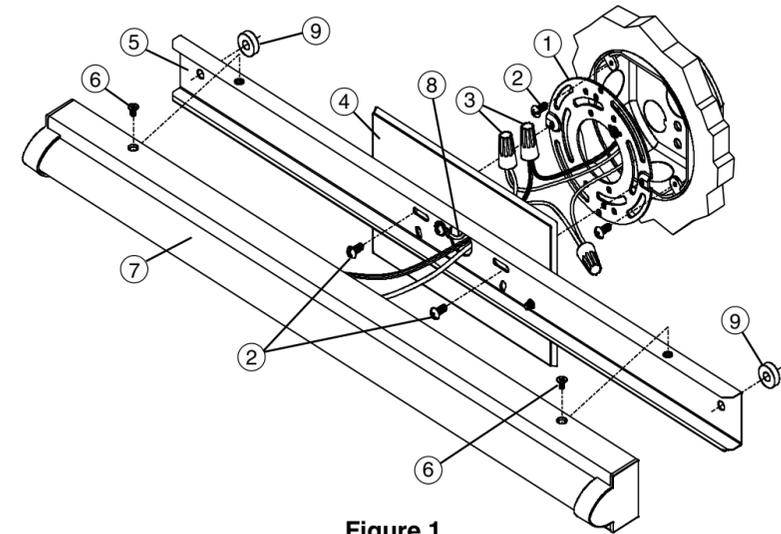
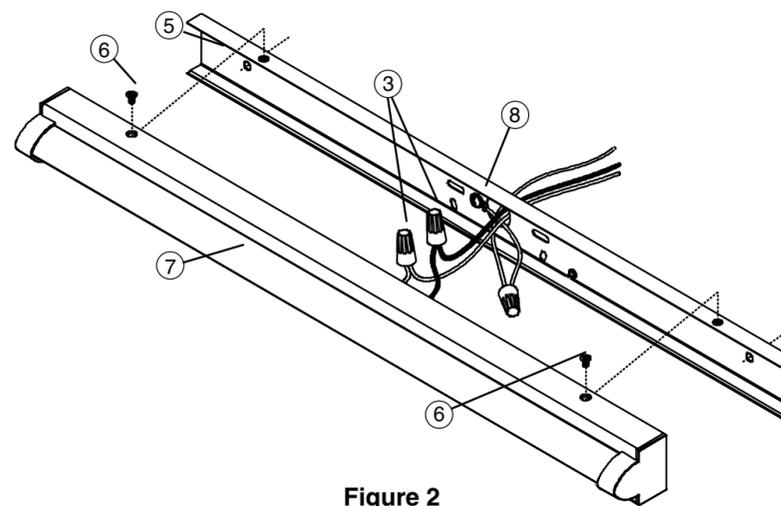
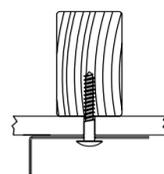
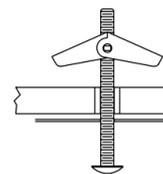

Figure 1
Figure 2
Figure 3
Figure 4
- 4a. Attacher la plaque de montage (1) au boîtier de raccordement en utilisant les vis de 1/2 po (2) pour que deux trous filetés s'alignent avec les trous de la plaque arrière (5) pour une installation verticale ou horizontale. Voir la figure 1.
- 5a. Pour soutenir les luminaires plus grands, tenir la plaque arrière (5) contre la surface de montage à l'emplacement désiré et marquer l'emplacement des trous de montage extérieurs de 1/4 po de Ø. Percer un orifice pilote de 1/8 po de Ø à chaque emplacement.
- 6a. Si la perceuse atteint un clou ou une solive de plafond, utiliser des vis à bois (non incluses) et des supports d'espacement (9) pour sécuriser l'assemblage de plaque arrière (5) après avoir terminé les raccordements centraux. Voir la figure 3.
Si la perceuse n'atteint pas de clou ou de solive de plafond, agrandir les trous de manière à pouvoir y insérer un boulon (non inclus). Installer le boulon dans la plaque arrière (5), un support d'espacement puis les vis avant d'effectuer les raccordements centraux. Voir la figure 4.
- 7a. Faire passer les fils du luminaire et de mise à la terre à travers le pavillon (4) et positionner le boîtier (7) et la plaque arrière (5) près de la boîte de raccordement.
- 8a. Utiliser les capuchons de connexion (3) pour connecter le fil de mise à la terre vert (9) au fil de de mise à la terre cuivre nu, puis relier le câble du luminaire noir au câble d'alimentation noir et le câble du luminaire blanc au câble d'alimentation blanc. Repousser soigneusement en place les fil connectés dans le boîtier de raccordement. Voir la figure 2.
- 9a. Séparer le boîtier (7) et maintenir la plaque arrière (5) contre la surface de montage. Si des vis à bois et des supports d'espacement (9) ou des écrous préinstallés, des supports d'espacement (9) et des vis sont utilisés, les insérer dans les avant-trous.
- 10a. Installer deux vis de 1/2 po de longueur (2) dans les fentes de la plaque arrière (5) puis dans les trous filetés de la plaque de montage (1). Maintenir le luminaire à niveau, serrer ces vis et les écrous jusqu'à ce que le luminaire soit fixé. Voir la figure 1.
- 4b. Si les règlements locaux le permettent et s'il n'y a pas de boîtier de raccordement, le luminaire peut être installé sans pavillon (4) en retirant les vis retenant le pavillon (4) à la plaque arrière et en laissant le pavillon (4) de côté.
- 5b. Couper l'alimentation au niveau du disjoncteur. Positionner la plaque arrière (5) contre la surface de montage, puis passer le câble d'alimentation par le centre. Marquer l'emplacement des trous extérieurs de 1/4 po de Ø de la plaque de montage, puis percer un orifice pilote de 1/8 po de Ø à chaque emplacement.
- 6b. Si la perceuse atteint un clou ou une solive de plafond, utiliser des vis à bois (non incluses) pour fixer la plaque arrière (5) après avoir terminé les raccordements. Voir la figure 3.
Si la perceuse n'atteint pas de clou ou de solive de plafond, agrandir les trous de manière à pouvoir y insérer un boulon (non inclus). Installer le boulon à travers la plaque arrière, puis insérer la vis avant de terminer les raccordements. Jeter les supports d'espacement (9); voir la figure 4
- 7b. Installer un serre-câble approprié (non inclus) dans le trou du centre de 7/8 po de Ø de la plaque arrière (5). Prévoir un espace suffisant dans la surface de montage pour encastrer le serre-câble.
- 9b. Insérer les vis à bois ou les boulons préinstallés dans les trous de montage déjà percés. Maintenir le luminaire à niveau, serrer les vis ou les boulons jusqu'à ce que le luminaire soit bien fixé. Voir la figure 1.
- 10b. Utiliser les capuchons de connexion (3) afin de connecter le fil de mise à la terre vert (8) avec le fil de mise à la terre cuivre, puis connecter le câble du luminaire noir au câble d'alimentation noir et le câble du luminaire blanc au câble d'alimentation blanc. Voir la figure 2.
11. Sans pincer les câbles, positionner le boîtier d'assemblage (7) par-dessus la plaque arrière (5) en l'alignant avec les trous de montage. Insérer les vis à tête plate (6) et serrer.
- 4a. Attach Mounting Plate (1) to junction box using 1/2" long screws (2) so that two threaded holes align with slots in the Backplate (5) for horizontal or vertical installation. See Fig. 1.
- 5a. To support longer length fixtures, hold the Backplate (5) against the mounting surface in the desired location and mark the location of the Ø1/4" outer mounting holes. Drill 1/8" Ø pilot hole at each location.
- 6a. If drill encounters a stud or joist, use wood screw(s) (*not supplied*) and Spacers (9) to secure the Backplate Assembly (5) after completing wire connections. See Fig. 3.
If drill does not encounter a stud or joist, enlarge the holes to accommodate toggle nuts & bolts (*not supplied*). Install the bolt(s) through the Backplate (5), a Spacer (9) then the toggle nut before making wire connections. See Fig. 4.
- 7a. Feed the fixture and ground wires through the Canopy (4) and position the Housing (7) and Backplate Assemblies (5) near the junction box.
- 8a. Use Wirenuts (3) to connect the Green Ground Wire (9) to the bare copper ground wire, then connect the black fixture wire to the black power supply wire and the white fixture wire to the white power supply wire. Carefully push the wires back into the Junction Box. See Fig. 2.
- 9a. Separate the Housing (7) and hold the Backplate Assembly (5) against the mounting surface. If using wood screw(s) and Spacers (9) or the pre-installed toggle bolt(s), Spacers (9) and nut(s), insert them into the pre-drilled mounting holes.
- 10a. Install two 1/2" long screws (2) through slots in the Backplate (5) into the threaded holes in the Mounting Plate (1). Hold the fixture level, tighten these screws and the toggle bolts until the fixture is secure. See Fig. 1.
- 4b. If codes permit and there is no junction box, the fixture can be installed without the Canopy (4) by removing the screws holding the Canopy (4) to the Backplate (5) and setting the Canopy (4) aside.
- 5b. Turn the power off at the circuit breaker box. Position the Backplate (5) against the mounting surface, centered over the supply wire entry location. Mark the location of the 1/4" Ø outer mounting holes then drill 1/8" Ø pilot holes at each location.
- 6b. If drill encounters a stud or joist, use wood screw(s) (*not supplied*) to secure the Backplate (5) after completing wire connections. See Fig. 3.
If drill does not encounter a stud or joist, enlarge the holes to accommodate toggle nut(s) & bolt(s) (*not supplied*). Install the bolt(s) through the Backplate, then the toggle nut(s) before completing wire connections. Discard Spacers (10) See Fig. 4.
- 7b. Install an appropriate supply wire strain-relief (*not supplied*) in the 7/8" Ø center hole of the Backplate (5). Provide sufficient clearance in the mounting surface to recess the strain relief.
- 9b. Insert wood screws or the pre-installed toggle nuts and bolts into the previously drilled mounting holes. Hold the fixture level, tighten the screws or toggle bolts until the fixture is secure. See Fig. 1.